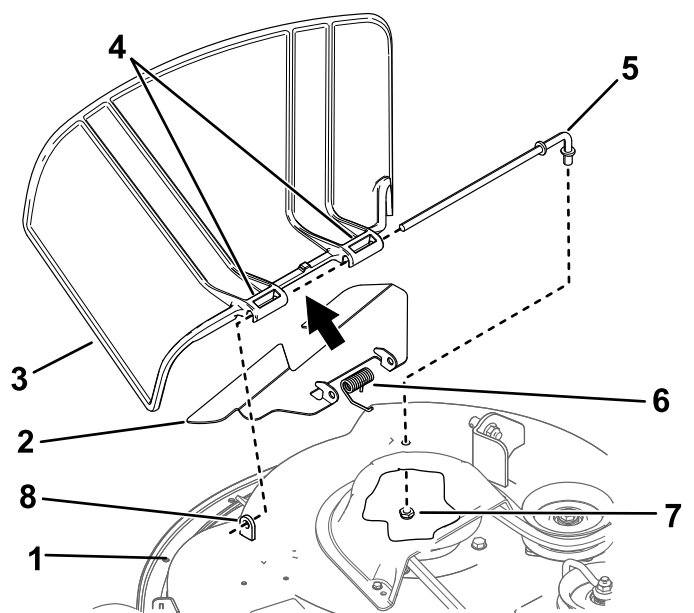

Рисунок 73
1. Отверните гайку ($\frac{3}{8}$ дюйма) со стержня из-под нижней части газонокосилки (Рисунок 73).
2. Выдвиньте стержень из короткой проушины, пружины и отражателя травы (Рисунок 73).
4. Установите новый отражатель травы (Рисунок 73).
7. Проденьте стержень через второй шарнир отражателя травы (Рисунок 73).
9. Прикрепите задний конец стержня к газонокосилке с помощью гайки (3/8 дюйма), как показано на Рисунок 73.